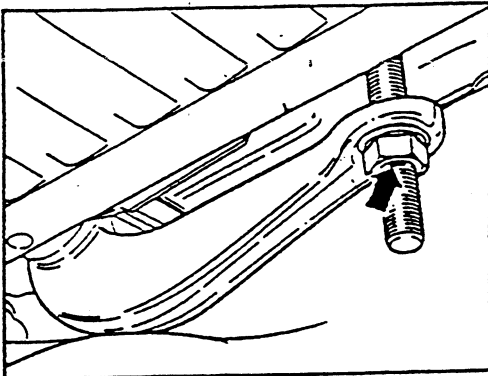

Bild 1
- Den in Bild 1 ermittelten Wert um ca. 20 mm reduzieren.
- The determined value of figure 1 reduce over ca. 20 mm